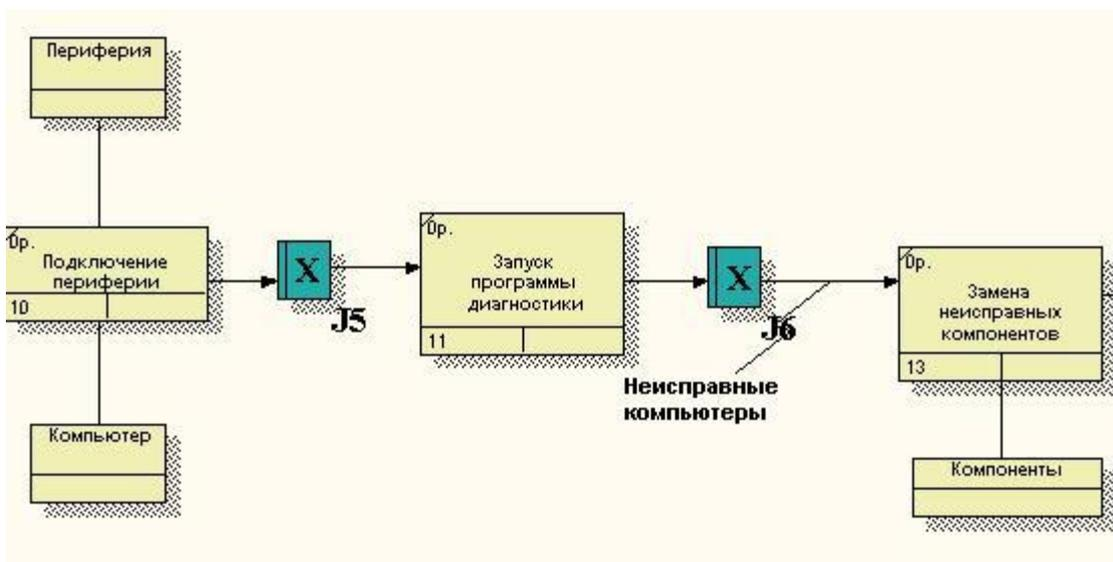

Рис.4. Сценарий, описывающий путь неисправных компьютеров
5. Удалите элементы, не входящие в сценарий. Результат выполнения на (рис.4)